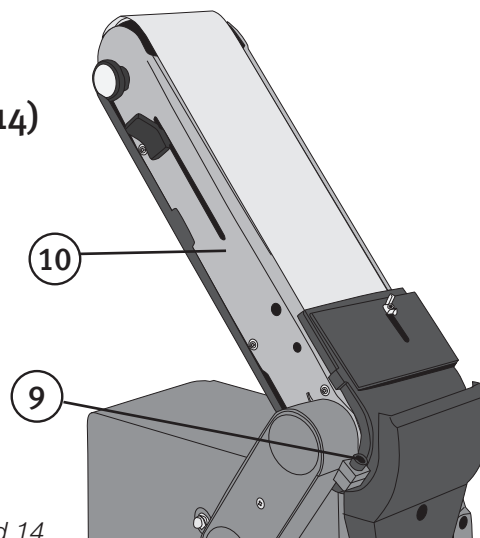

bild 14
3.7 Användning av bandslipen i olika vinklar (bild 14)